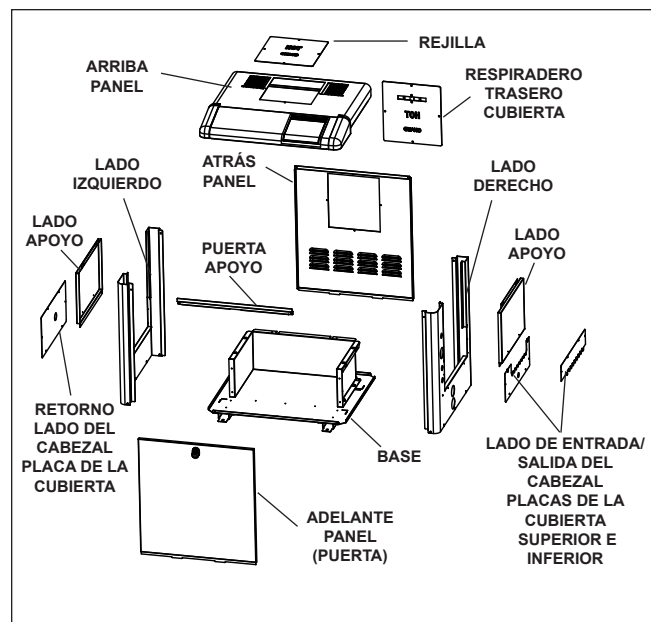

Figura 13. Identificación del panel del LXi
3. Quite las placas que cubren el lado del cabezal E/S, superior e inferior. Véase Figura 13.
4. Quite la placa que cubre la parte lateral del cabezal de retorno. Véase Figura 13.
6. Desconecte los dos (2) alambres sensores de temperatura “WATER TEMP” (temperatura del agua) del tablero de la interfaz de energía en el conducto para cables. Corte cualquier cinta que amarre el mazo de alambres. Jale los alambres hacia afuera del gabinete de manera que cuelguen libremente del cabezal, afuera del gabinete.